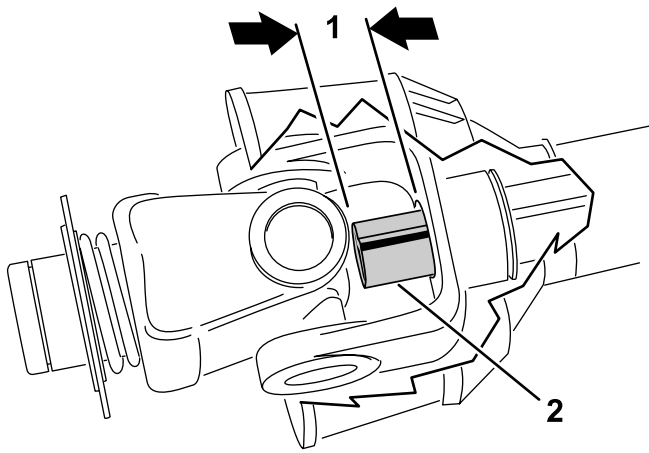

图16
9. 将 PTO 轴内外轴管完全滑动到一起。确认内管没有突入外管的十字头和轴承部分图16。如果这种情况发生需要裁掉更多内管——转到下一步。
10. 测量内管突入外管十字头和轴承部分的距离图16。将此距离添加到在第8步中获得的尺寸。